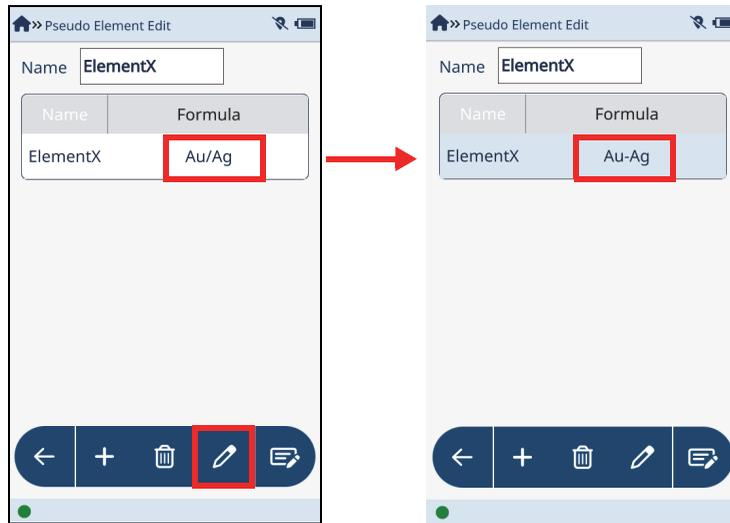

图 2-52 伪元素编辑屏幕（未编辑，左图；编辑后，右图）
3. 点击想要编辑的伪元素（参见第65页的图 2-52，左图）。
4. 点击**Edit**（编辑）按钮（），显示**Pseudo Element**（伪元素）对话框（参见第65页的图 2-52，右图）。